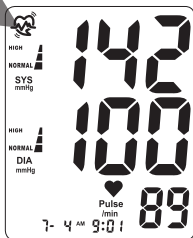

Fig. 6
9. Las barras del indicador de hipertensión indicarán el rango de su lectura en el lado izquierdo de la pantalla, Fig. 6. Consulte la página 53 para ver una tabla para interpretar los resultados del Indicador de hipertensión.
10. Si se detectó un ritmo cardíaco irregular durante la lectura, el símbolo de "detector de ritmo cardíaco irregular" se mostrará en la pantalla, Fig. 6. Consulte la página 52 para obtener más información sobre la función del detector de ritmo cardíaco irregular.